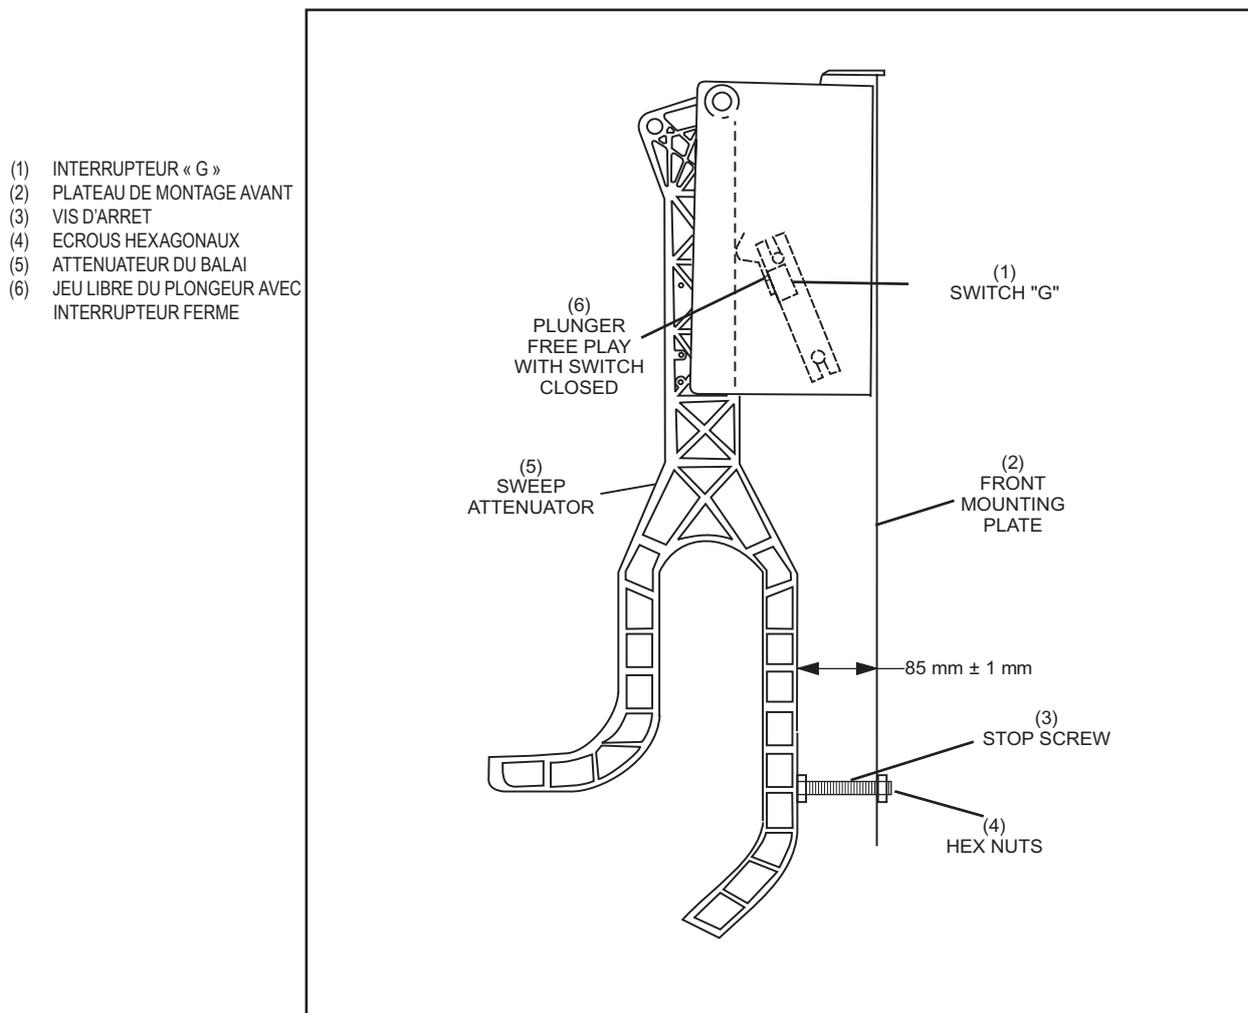

Figure 5.50. Atténuateur de balai / Ajustement d'interrupteur « G »
- a. L'atténuateur repose contre une vis d'arrêt quand le balai est totalement abaissé en position de garde. Ajustez la longueur de cette vis à $85 \text{ mm} \pm 1 \text{ mm}$ entre le cadre et l'avant de l'atténuateur. Reportez-vous à la *Figure 5-50*.
- b. Ajustez l'interrupteur « G » avec l'atténuateur placé en bas. Le plongeur de l'interrupteur doit pouvoir jouer librement avec l'interrupteur fermé. Reportez-vous à la *Figure 5-50*.